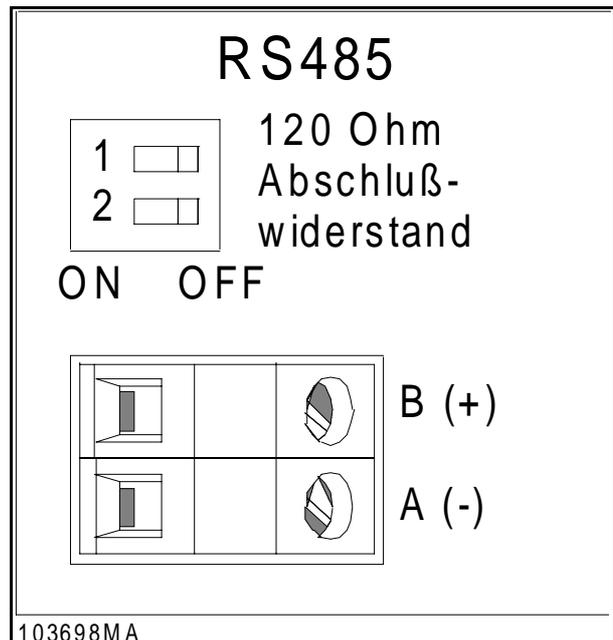

Bild 2-12 RS485-Schnittstellenerweiterung
B. RS485-Schnittstelle verbinden - Die RS485-Schnittstelle hat eine positive (B) und eine negative (A) Klemme, wobei die rote Leitung zu Klemme (A) führen muß. Diese Erweiterung hat einen internen Abschlußwiderstand, der über einen Mikroschalter (Bild 2-12) zugeschaltet wird.